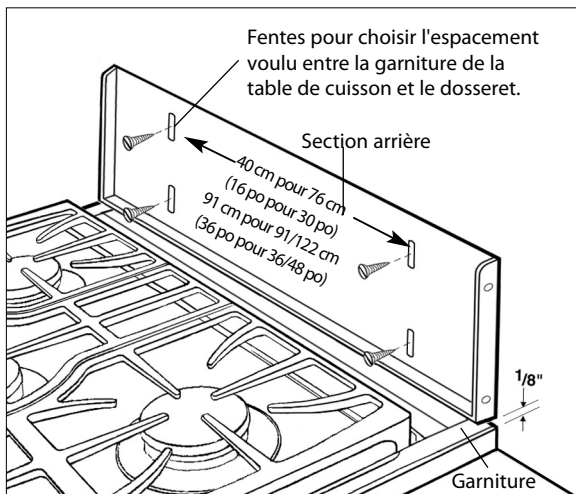

Fig.01
2. Après avoir déballé les pièces du dossier, placez la section arrière en la centrant à 3,5 mm (1/8 po) au-dessus de la garniture fixée à la table de cuisson.* Fixez la section arrière au mur à l'aide des fixations appropriées (non fournies)(fig. 01).